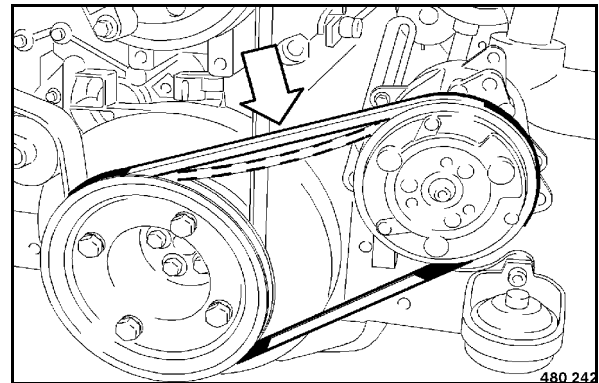

fig. 134
- Vérifier visuellement l'état (détériorations ou déchirures) de la courroie (fig. 134). Echanger une courroie endommagée.